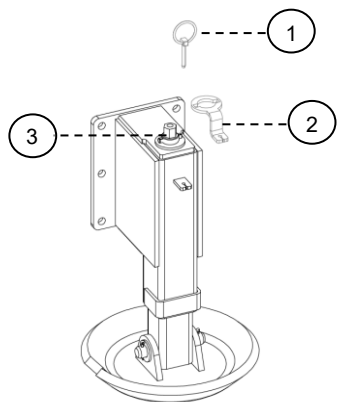
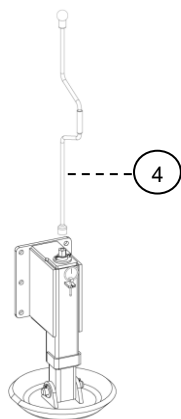
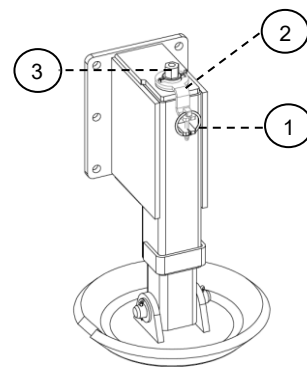

Bild.8
Bild.9
Bild.10
UPX-plogen är utrustad med två stödtallrikar, som med vev (storlek NV19) kan justeras till önskat läge. Plocka bort ringsprint (1) och låsbleck (2) från justeringsskruv(3) innan höjdjustering – se Bild.8. Använd vev(4) för höjdjustering $360^\circ = 5\text{mm}$ – se Bild.9. Återställ låsbleck(2) och ringsprint(1) för att låsa justeringsskruven(3) efter höjdjustering – se Bild.10.